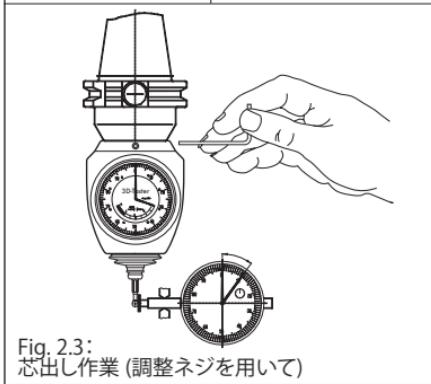

Fig. 2.3:
3. 調整ネジ4本を緩めて下さい(六角レンチ 2mm, Fig.2.3)。
6. 対面した2つの調整ネジと芯出し装置を使い両方向の振れを「0」に合わせて下さい(Fig. 2.3)